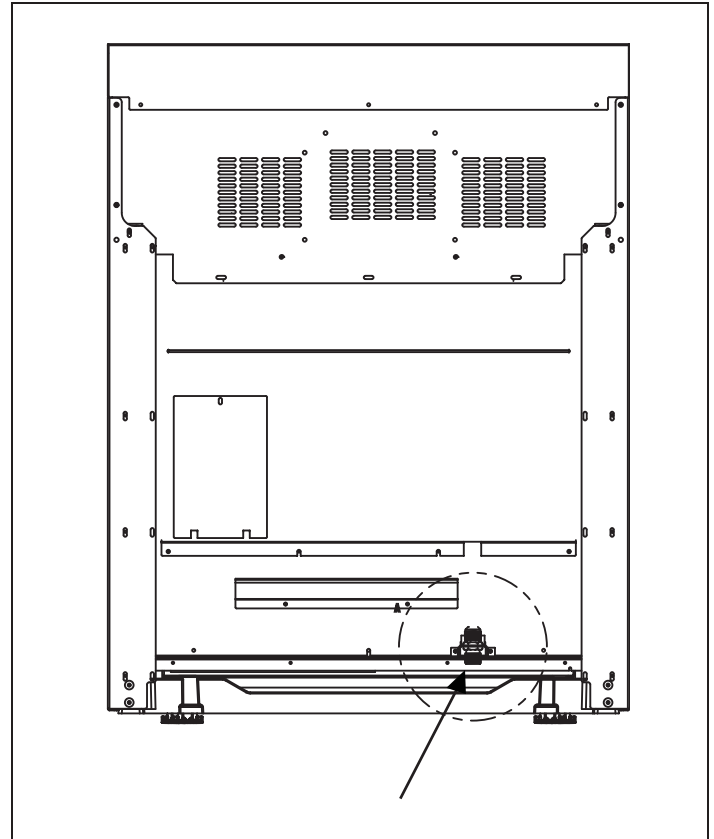
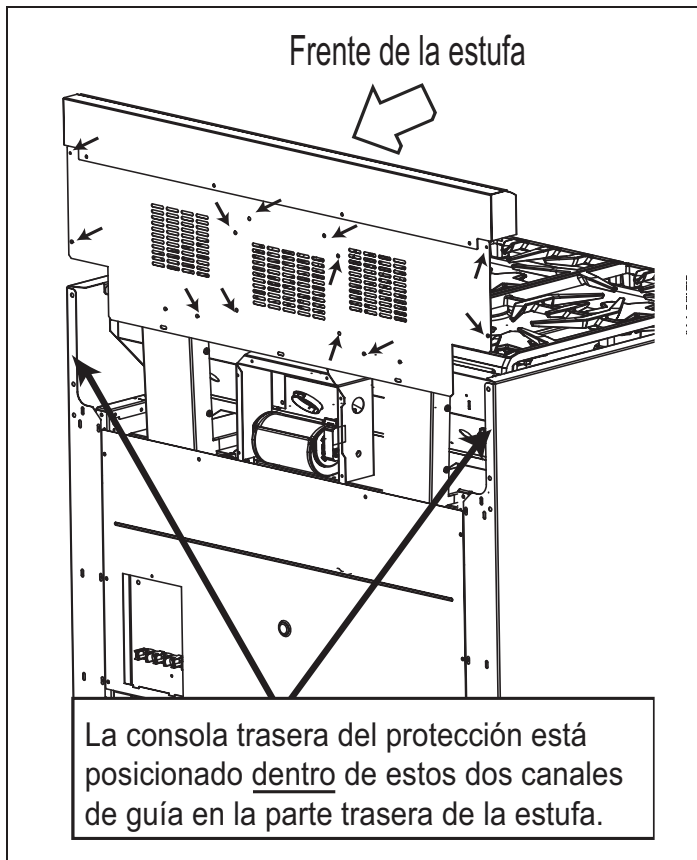

Figura 8: Ubicación de la línea de suministro de gas
Figura 9: Posición del panel de la consola trasera de protección
- Utilice una línea flexible de 3/4" entre el suministro de gas y la línea de suministro del aparato. La línea de suministro de gas está ubicada en la parte inferior derecha de todas las estufas. (Ver Figura 8 y Figura 9). La línea de suministro de gas del aparato es de tipo NPT 1/2". (Vea Figura 8) Tenga cuidado de no torsionar la manguera flexible de 3/4" cuando haga dobleces. La longitud sugerida de la manguera es de 48" (1,20 m), sin embargo, por favor revise los códigos locales para los requerimientos en su área antes de la instalación.